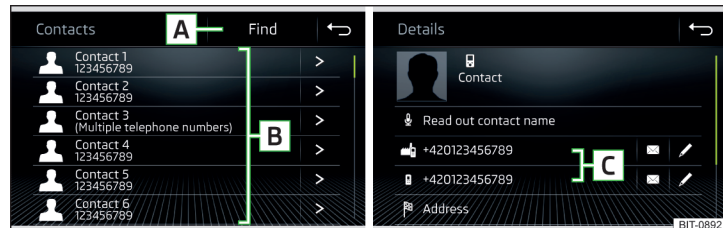

Fig. 199 Lista de los contactos de teléfono / Detalle del contacto
► En el menú principal **Teléfono** pulse la superficie funcional ☎, se visualizará una lista de los contactos de teléfono » fig. 199.